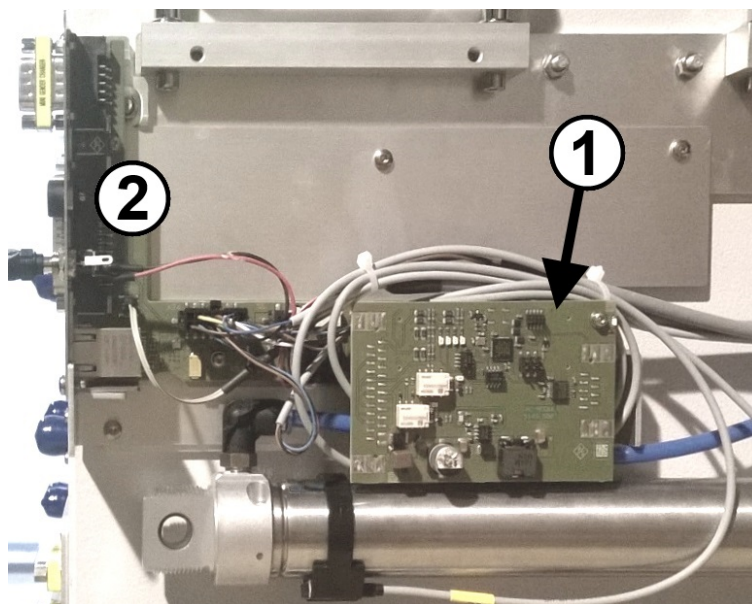

Bild 10-1: IRC-modul inuti kammaren (hölje borttaget)
- "IRC": Intern fjärrstyrningsmodul (märkt 1 i bild 10-1)